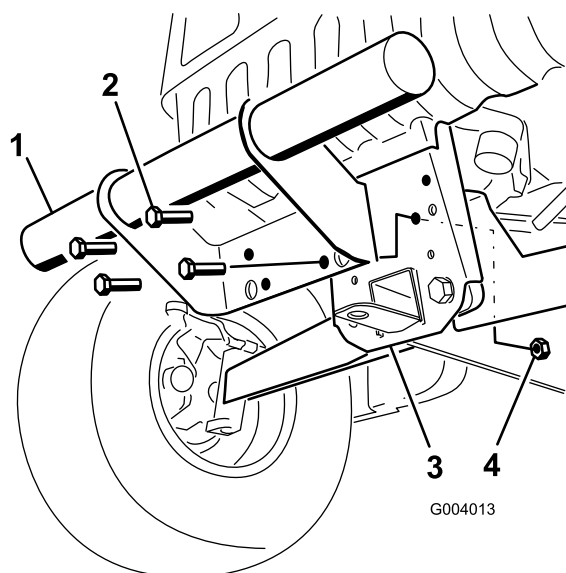

Figura 5
2. Alinhe os orifícios de montagem e fixe o pára-choques ao chassi com os dispositivos de fixação retirados (Figura 5).